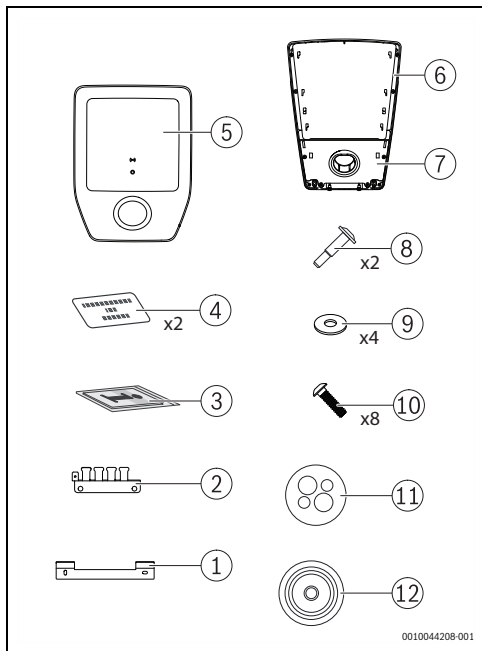

Fig. 409 Pachet de livrare
- ▶ Îndepărtați cu grijă acoperirea [5] și capacul cu suportul de parcare [7] de pe Power Charge 7000i (→ Fig. 409, pagina 425).